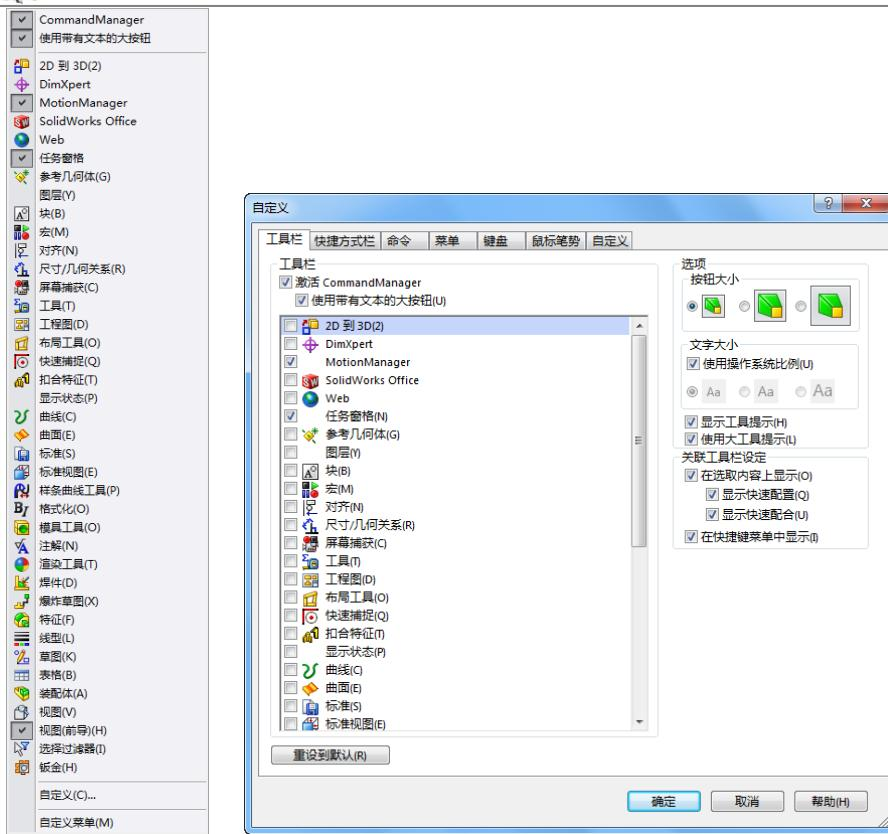

图 1-15 “工具栏”菜单项
2. 工具栏：SolidWorks 有很多可以按需要显示或隐藏的内置工具栏。选择菜单栏中的“视图”→“工具栏”命令，或者在试图工具栏中单击鼠标右键，将显示如图 1-15 所示的“工具栏”菜单项，选择“自定义”命令，在已经打开的“自定义”菜单项中单击“视图”，会出现浮动的“视图”工具栏，这样便可以自由拖动放置在需要的位置上。此外，还可以设定哪些工具栏在没有文件打开时可显示。或者可以根据文件类型（零件、装配体、或工程图）来放置工具栏并设定其显示状态（自定义、显示或隐藏）。例如保持“自定义命令”对话框将打开，在 SolidWorks 窗口中，便可将工具按钮从工具栏上一个位置拖动到另一位置；从一工具栏拖动到另一工具栏；从工具栏拖动到图形区域中以从工具栏上将之移除。